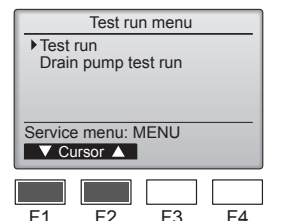

Fig. 8-2
- ② Seleccione "Test run" (Modo prueba) desde el menú Modo prueba, y pulse el botón [SELECT/HOLD]. (Fig. 8-2)
- ③ Se inicia la prueba de funcionamiento, y se visualiza la pantalla Prueba de funcionamiento.